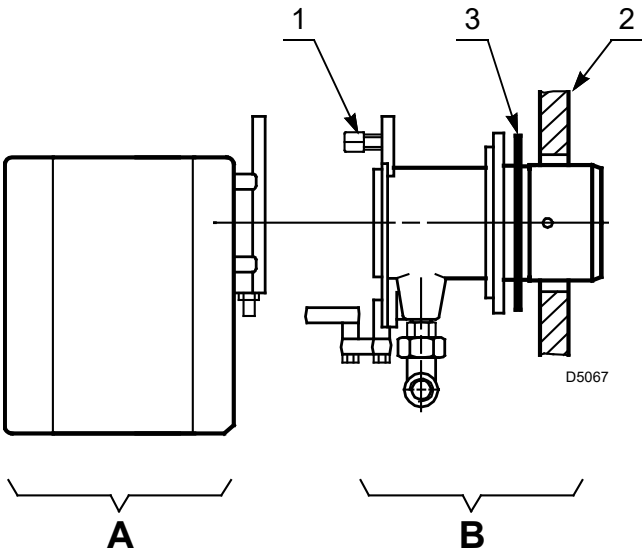

Fig. 13
- Separar el cabezal de combustión del resto del quemador quitando la tuerca 1) y extraer el grupo A)(Fig. 13).
- Fijar el grupo B)(Fig. 13) a la placa 2) de la caldera, interponiendo la junta aislante 3) suministrada en dotación.